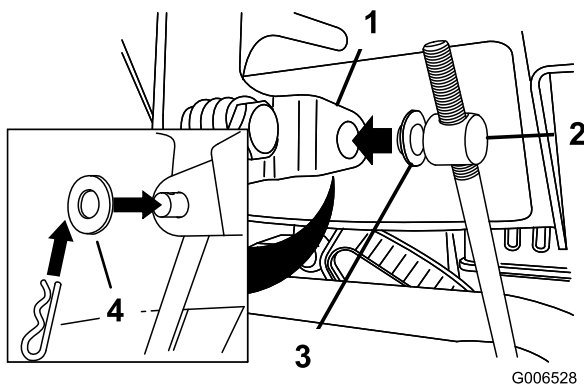

Bild 5
3. Legen Sie eine Flachscheibe auf den Drehzapfen (Bild 5).
6. Drücken Sie die Geschwindigkeitsschaltstange nach unten und stecken Sie den Drehzapfen in das Loch im Geschwindigkeitsschalthebel (Bild 5).
- B. Schließen Sie den Drehzapfen vom Geschwindigkeitsschalthebel ab (Bild 5).
- C. Drehen Sie den Drehzapfen auf der Geschwindigkeitsschaltstange nach unten (nach rechts) (Bild 5).
- D. Schließen Sie den Drehzapfen am Geschwindigkeitsschalthebel an (Bild 5).